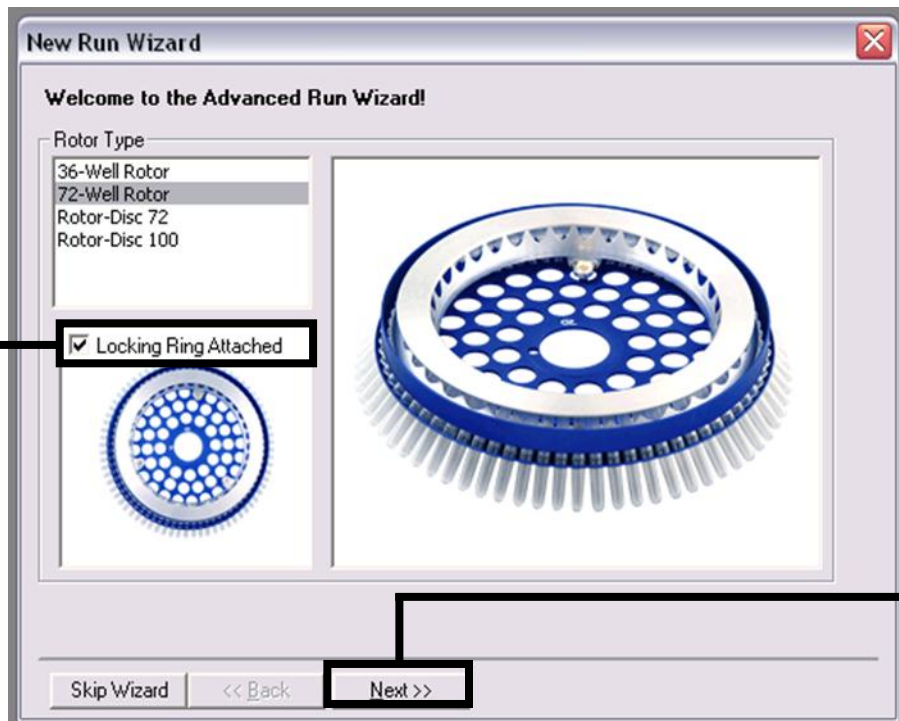
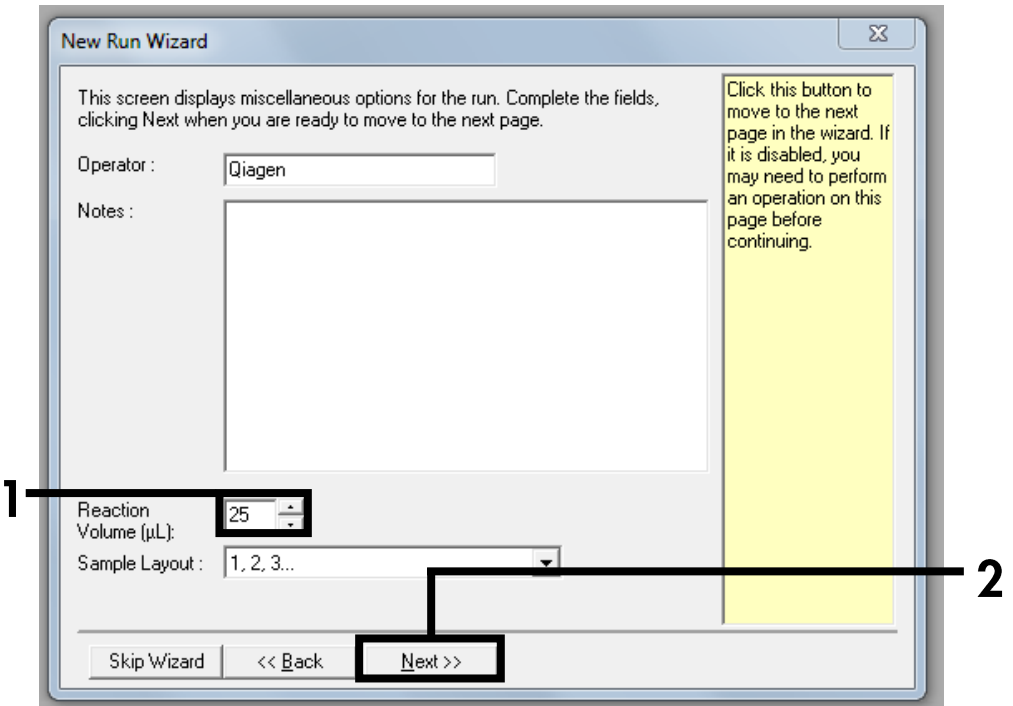

Abbildung 2. Das Dialogfeld „New Run Wizard“.
Abbildung 3. Einstellen allgemeiner Parameter.
Einstellen allgemeiner Parameter	Abbildung 2, Abbildung 3
7. Öffnen Sie zunächst das Dialogfeld „New Run Wizard“ (Assistent für neuen Lauf) (**Abbildung 2**). Markieren Sie das Kontrollkästchen „Locking Ring Attached“ (Schließring angebracht) und klicken Sie dann auf „Next“ (Weiter).
8. Wählen Sie als Volumen der Reaktion „25“ und klicken Sie auf „Next“ (Abbildung 3).